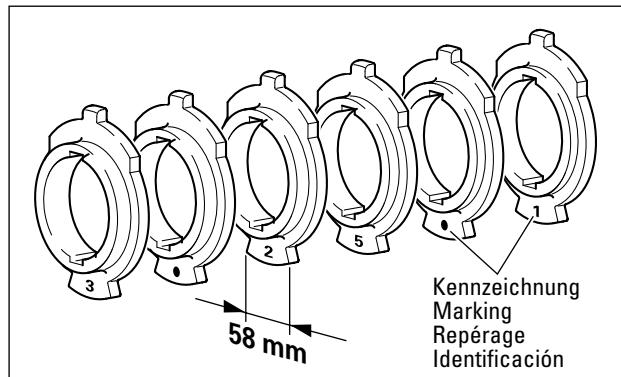

Bild 1 / Fig. 1 / Illustration 1 / Figura 1
Bei Verwendung der Schalscheibe mit Doppelkalotte (5) muß die Druckscheibe einen größeren Anschlag haben. (Siehe Bild 1, Seite 18).